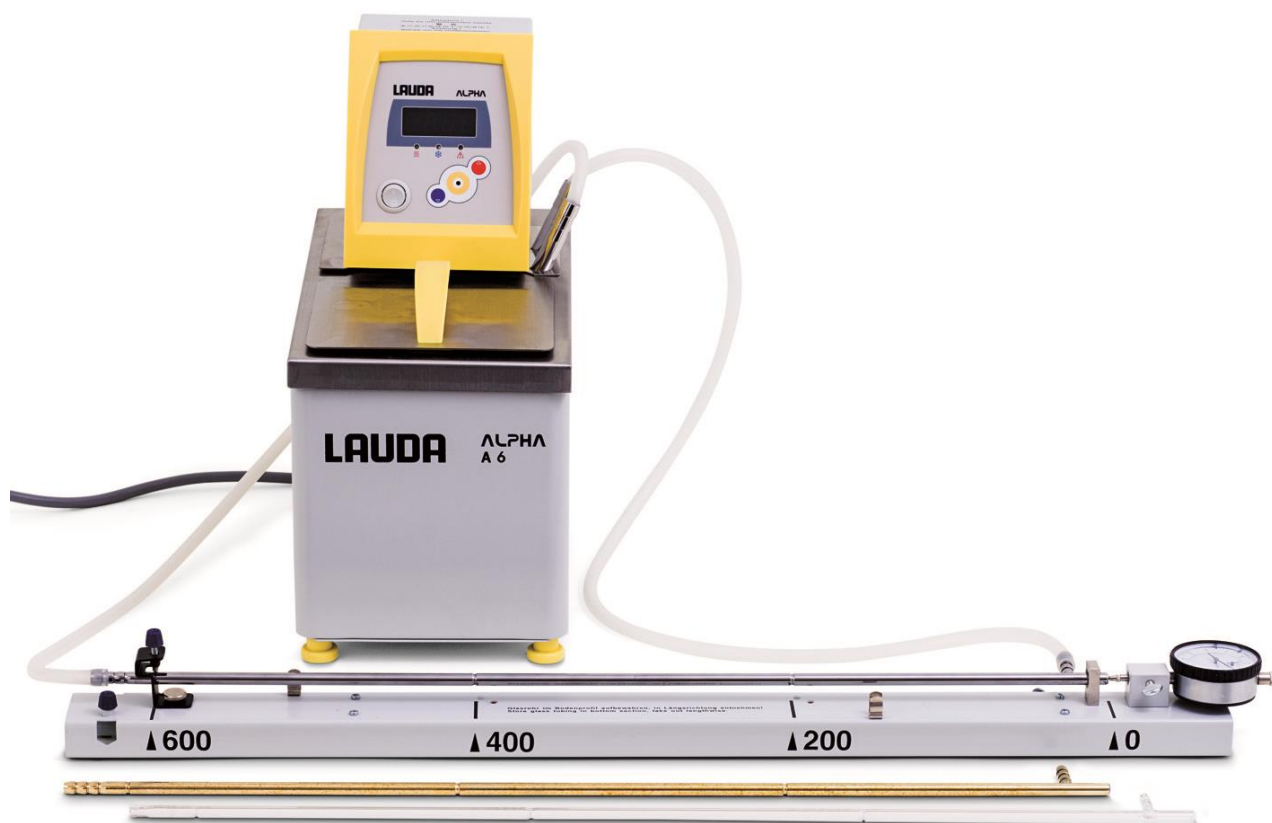

Fig. 1: Disposição de medição.
- Dividir a mangueira de silicone aproximadamente no meio. Conforme mostrado na Fig. 1, com uma metade da mangueira, conectar o avanço do conjunto de circulação de bombas (Fig. 10) à extremidade aberta do tubo de teste e, com a outra metade, conectar o flange do tubo de testes ao retorno do conjunto de circulação de bombas (Fig. 10).